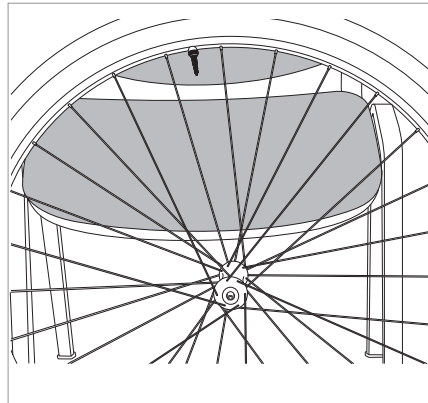

Abb.17
- Das Laufrad in vertikaler Position mit dem Ventil nach oben abstützen (Abb. 17).